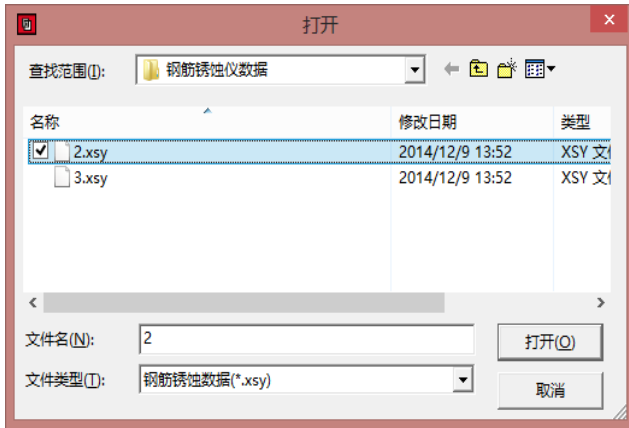

图 4.10 打开
- 1、打开：打开要处理或查看的构件文件（如图 4.10 所示）。